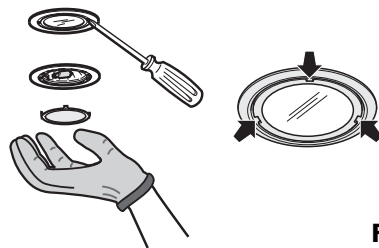

Fig. 3
2. Dégagez le plafonnier à l'aide d'un petit tournevis permettant de faire délicatement levier à côté d'un des trois points indiqués sur la figure 3 et extrayez le plafonnier.